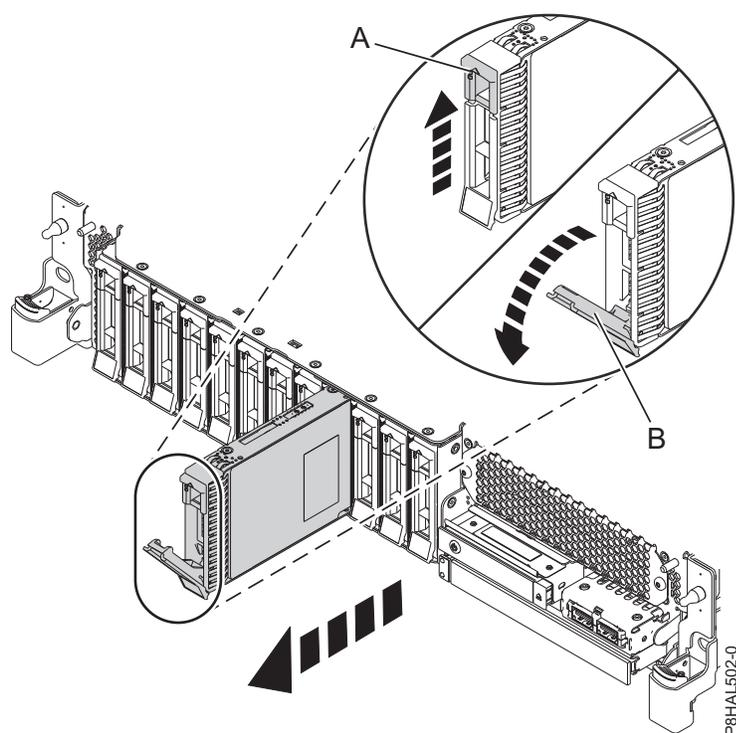
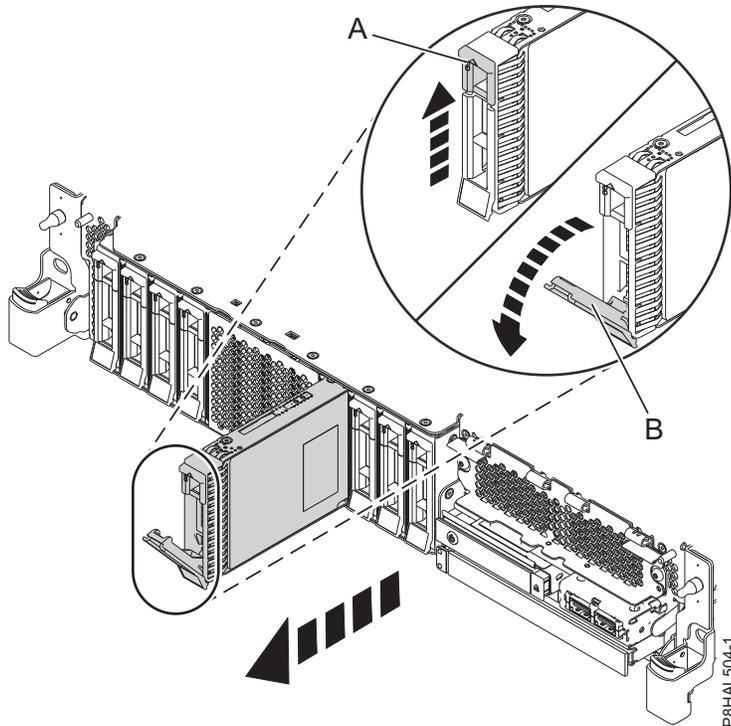

図 89. 基本機能 システムからのディスク・ドライブの取り外し
図 90. 拡張機能 システムからのディスク・ドライブの取り外し
3. 識別 LED が明滅したら、ハンドル・ラッチ (A) を押して、手前に引いて、ドライブ・ハンドル (B) をアンロックします。図 89 および 98 ページの図 90。ハンドルが完全に引き出されていないと、ソリッド・ステート・ドライブをスライドさせてシステムから引き出すことができません。